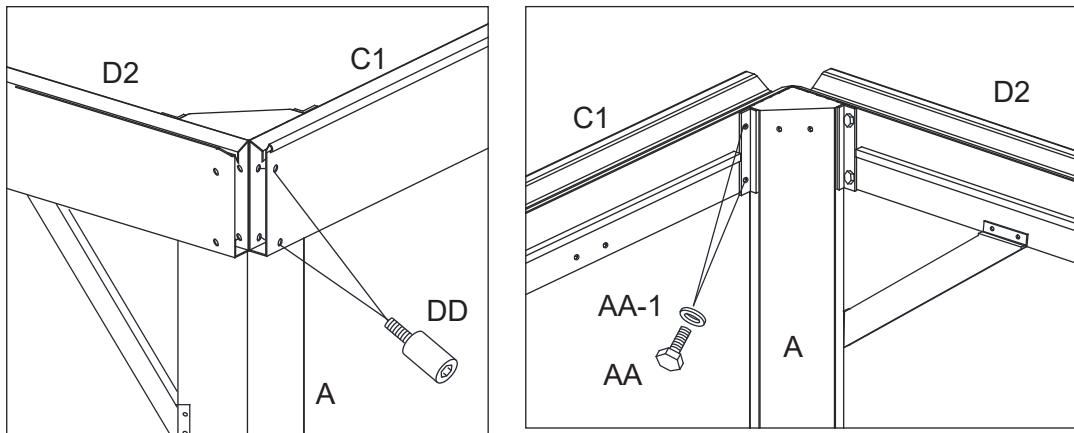
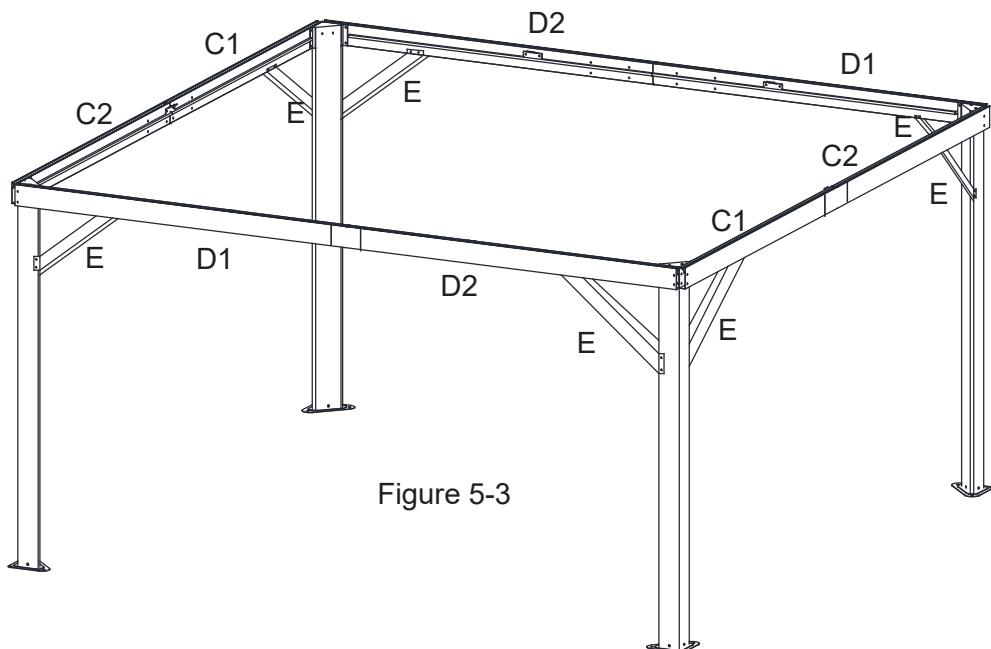

Figure 5-1
Figure 5-3
Voir la figure 5-1 et la figure 5-3.
5.3. Répétez l'opération pour tous les poteaux d'angle et les linteaux. Serrez tous les boulons. Voir la figure 5-3.